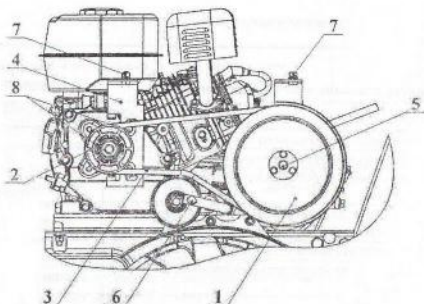

Рисунок 11 -- Замена ремня клиноременной передачи
6.6 Замена ремня клиноременной передачи (рисунок 11)